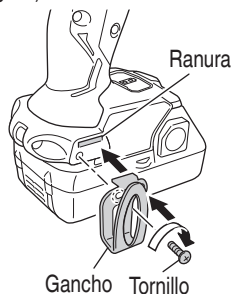

Fig. 18
- (2) Colocación del gancho y ajuste de los tornillos. Instale el gancho en la ranura de la herramienta de alimentación eléctrica de forma segura y apriete los tornillos de manera que el gancho quede firmemente sujeto. (Fig. 18)